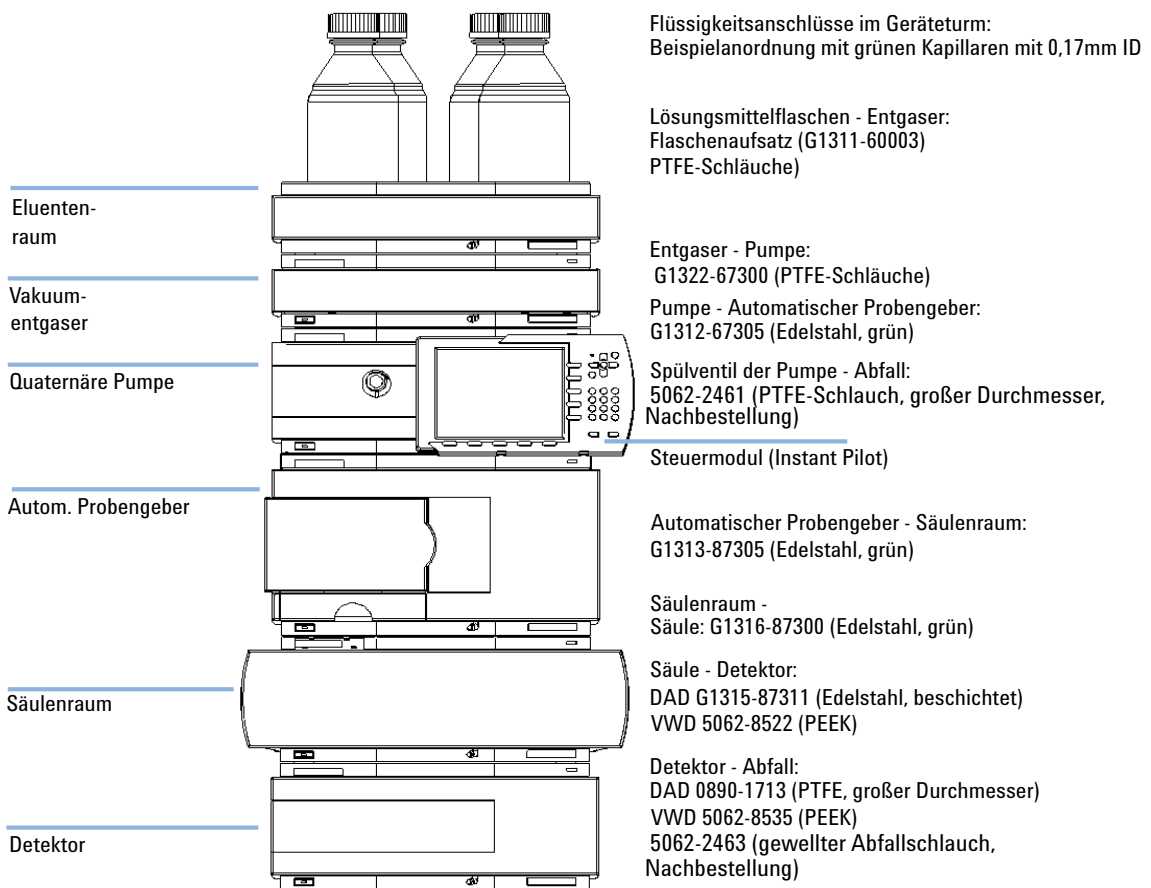

Abbildung 5 Empfohlene Geräteanordnung (Vorderansicht)
- 1 Stellen Sie die einzelnen Module in die Gerätetürme wie in Abbildung 5 auf Seite 33 dargestellt.
- 1 Stellen Sie den Vakuumentgaser in den Geräteturm wie in Abbildung 5 auf Seite 33 dargestellt.